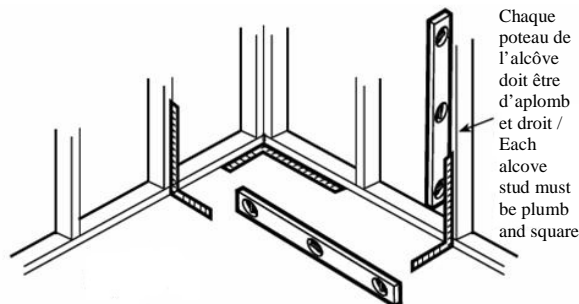

Figure 5.
2. La douche devrait maintenant reposer droit dans l'alcôve de plomberie. En vous tenant debout dans la douche, fixez la bride supérieure à l'aide des clous à toiture galvanisés vis-à-vis de chaque poteau et à deux endroits derrière le tablier. Il existe deux méthodes pour fixer la bride aux poteaux. Option 1 : Posez des clous juste au-dessus de la bride de sorte que la grosse tête du clou retienne la bride contre le mur. Assurez-vous que les têtes de clou ne dépassent pas afin de ne pas gêner les murs pendant l'installation. Option 2 : Repérez des trous de passage de 3/16" au centre de la bride à clouer, au centre de chaque poteau. Clouez les clous à travers chaque trou et dans les murs, fixant ainsi la douche. Fig. 5.
protrude as to interfere with the walls when they are installed. Option 2: Locate and drill 3/16" clearance holes in the centre of the nailing flange and centered on each stud. Hammer nails through each hole and into the studs, securing the base (Figure 5).
4. Maintenir les parois en place à l'aide de ruban masqué pendant que l'adhésif sèche (Figure 5).
Tape the panels in place while adhesive dries (Figure 5).